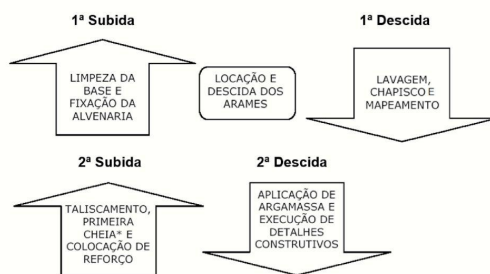

FIGURA 15 - ESQUEMA DE SUBIDAS E DESCIDAS DOS BALANCINS
- Realizar a fixação preenchendo o espaço entre a estrutura e a última fiada de alvenaria com argamassa. Recomenda-se a utilização de bisnaga de bico chato, conforme ilustra a figura 15.